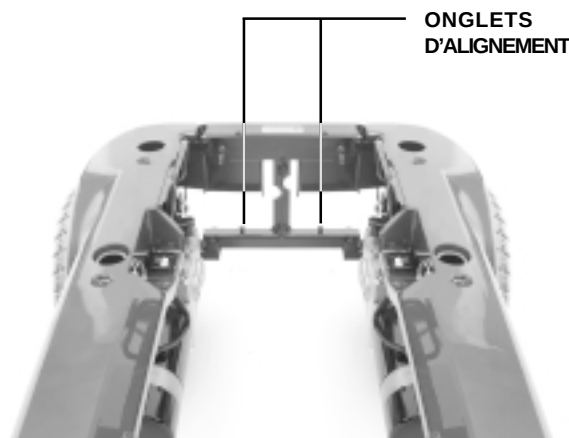

Figure 27. Assemblage du puits à batteries
2. Placez les encoches du devant sur les onglets d'alignement du travers inférieur de la structure avant. Voir la figure 27.